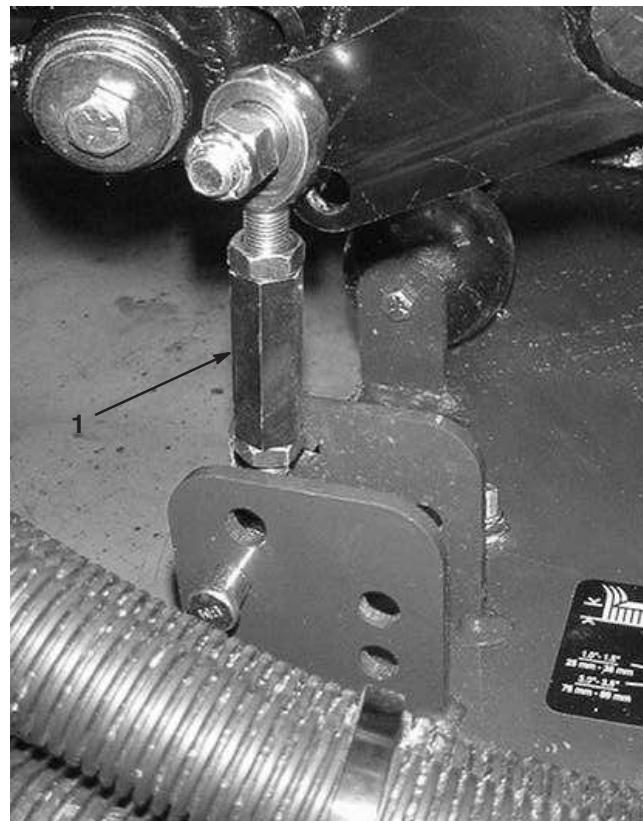
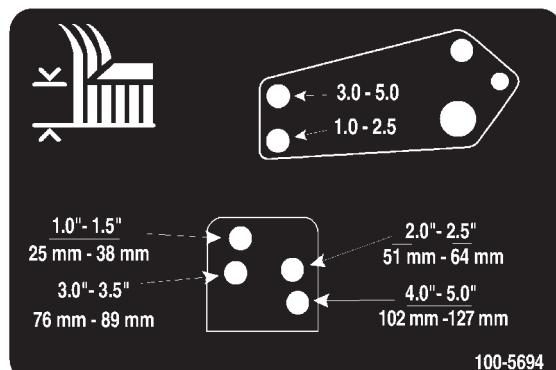

Figure 18
Figure 19
8. Enlevez les goupilles fendues et les axes de chape qui fixent les biellettes d'amortisseurs aux supports du plateau de coupe (Fig. 18). Alignez les trous de la biellette d'amortisseur avec ceux du support de hauteur de coupe sélectionnés dans le bâti des plateaux de coupe (Fig. 19). Insérez les axes de chape et installez les goupilles fendues.